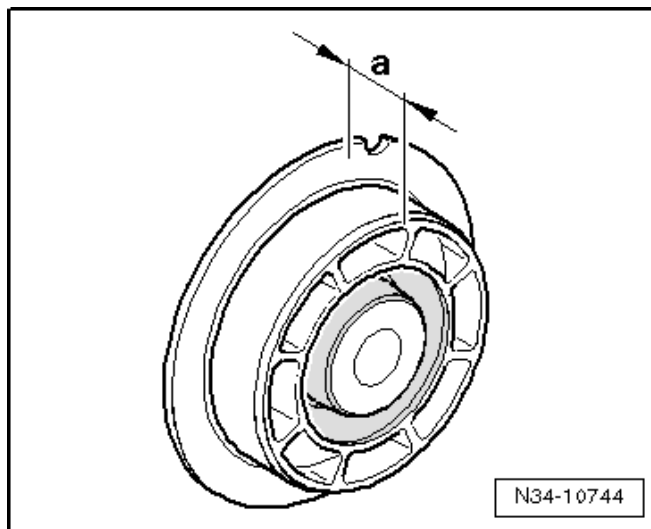

Abb. 9: Einbaulage der Gummimetalllager „hinten oben“ und „vorn unten“. Montage der Anslagscheibe -B-
- ☐ auf die Gummimetalllager Pos. 2 montieren ⇒ Abb. 9 in **39-6** Seite 10
- ☐ Einbaulage ⇒ Abb. 9 in **39-6** Seite 10
- ☐ auf das Gummimetalllager Pos. 5 montieren ⇒ Abb. 9 in **39-6** Seite 10